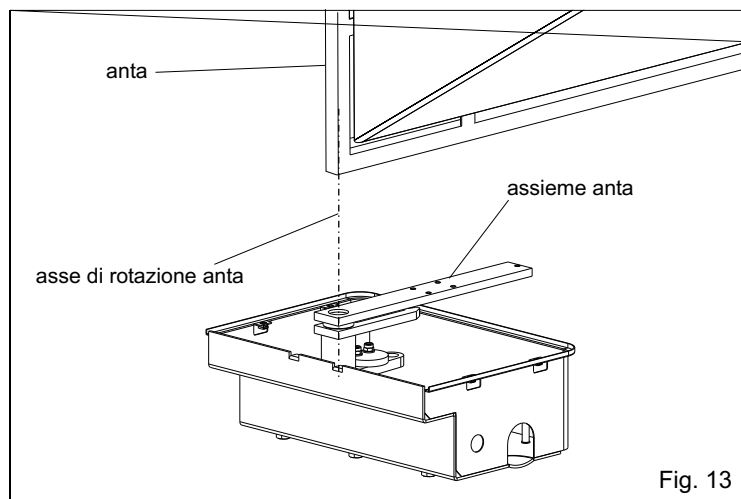

Fig. 13
3.1. Posizionare l'anta del cancello sull'assieme anta riferendosi all'asse di rotazione della cerniera dell'anta (Fig. 13);